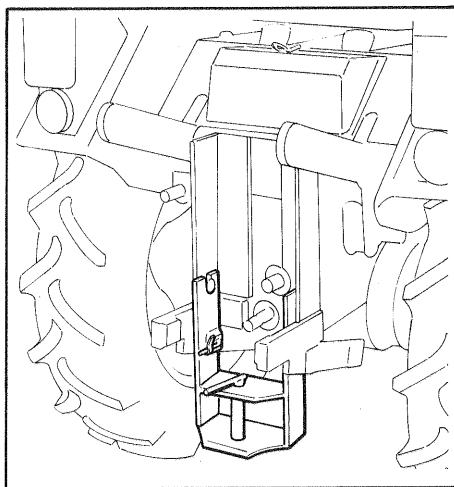

Fig. 12 - Bild 12
- b) **Per i rimorchi ad un solo asse** è consigliabile collegare il timone in una posizione bassa. Il pianale deve essere orizzontale ed il carico distribuito uniformemente (vedere la fig. 12).
- b) **For single-axle trailer:** it is recommended the drawbar be connected in low position. The platform should be in the horizontal plane and the load evenly distributed (see fig. 12).
- b) **Pour les remorques à un essieu**, il est sage de raccorder le timon en position basse. Le plateau sera horizontal et la charge à distribution uniforme (voir fig. 12).
- b) **Für Einachsanhänger** wird empfohlen die Zugdeichsel in niedriger Stellung anzuschliessen. Die Pritsche muss horizontal und die Last gleichmässig verteilt sein (siehe Bild 12).